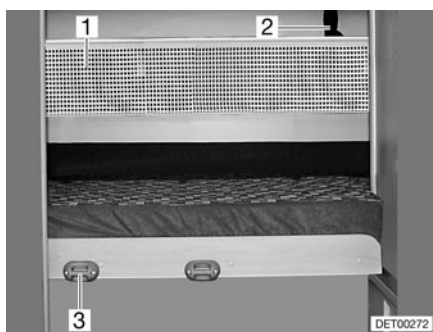

Fig. 99 Red de seguridad
- Enganchar la escalera de ascenso con los largueros en el soporte (Fig. 99,3) en el panel.
La red de seguridad (Fig. 99,1) viene de serie entre el colchón y el somier. Tender la red de seguridad cuando la persona ya se encuentre en la cama.
- Engatillar las cintas de sujeción (Fig. 99,2) en los soportes en el techo.